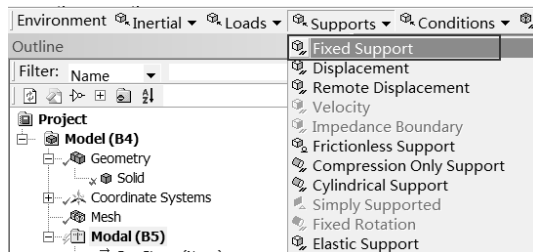

图 9-22 添加固定约束
Step2: 选择 Environment 工具栏中的 Supports (约束) Fixed Support (固定约束) 命令, 此时在分析树中会出现 Fixed Support 选项, 如图 9-22 所示。